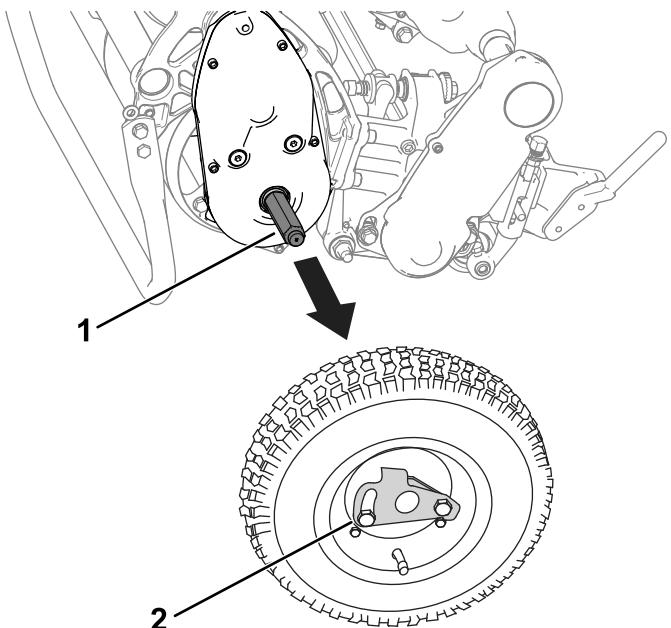

Figure 20
3. Déposez les roues de transport en poussant les clips de verrouillage hors des arbres (Figure 20).